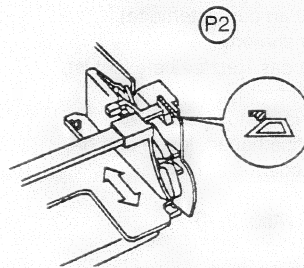
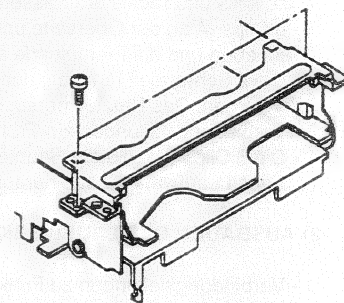

fig. 5b
fig. 5c
- Die Hebel (P2) wie in Abb. 5b dargestellt positionieren, bevor der obere Teil wieder aufgesetzt wird (Abb. 5c).
- Position the levers as shown in figure 5b before fitting the top unit (figure 5c).